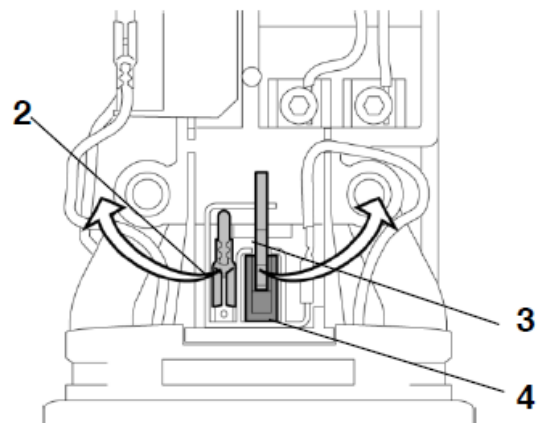

Abb. 15 Kohlewechsel MB 20/2 und MB 20/3 (2)
- Kabelschuh (2) vom Anschluss lösen.
- Haltefeder (3) von Kohlebürste (4) lösen (Abb. 15).